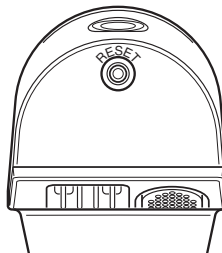

Figura 8
- Botón de reinicio (vea la Figura 8): use un clip para papel para presionar el botón DE REINICIO por 15 segundos para reiniciar la luz.